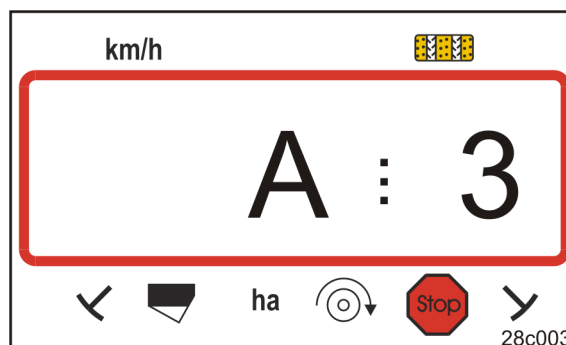

Fig. 28
- fremkommer visningen (Fig. 28)